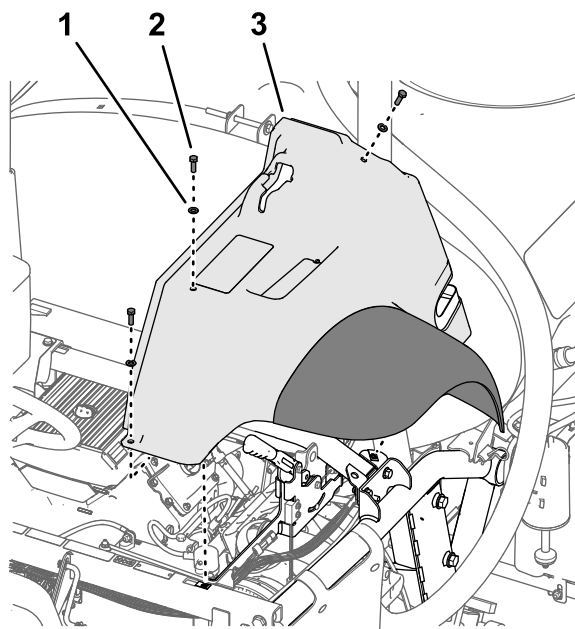

图 11
2. 拆下将挡泥板固定至机器机架的 3 个螺栓 5/16 x 1 英寸和 3 个垫圈 5/16 英寸图 11。